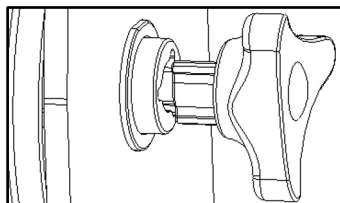

Fig. 4
2. Inspectez le treuil, le câble de treuil (D) et l'élingue d'extrémité avant chaque utilisation. Remplacez tout composant endommagé ou effilé avant usage.
4. Tirez sur le bouton d'embrayage (E), tournez d'un quart de tour et relâchez pour dégager le frein. Le bouton s'appuiera au-dessus du tambour (fig. 4).